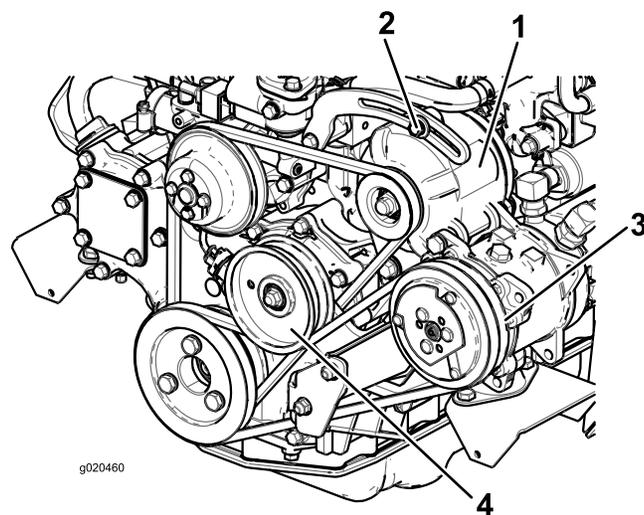

Рисунок 69
Через каждые 100 часов работы проверяйте состояние и натяжение ремня (Рисунок 69).
2. Если прогиб не равен 10 мм, ослабьте болты крепления генератора (Рисунок 69). Увеличьте или уменьшите натяжение ремня и затяните болты. Снова проверьте прогиб ремня, чтобы убедиться в том, что натяжение правильно.
2. Если прогиб не равен 10 мм, ослабьте болт крепления натяжного шкива (Рисунок 69). Увеличьте или уменьшите натяжение ремня компрессора и затяните болт. Снова проверьте прогиб ремня, чтобы убедиться в том, что натяжение отрегулировано правильно.